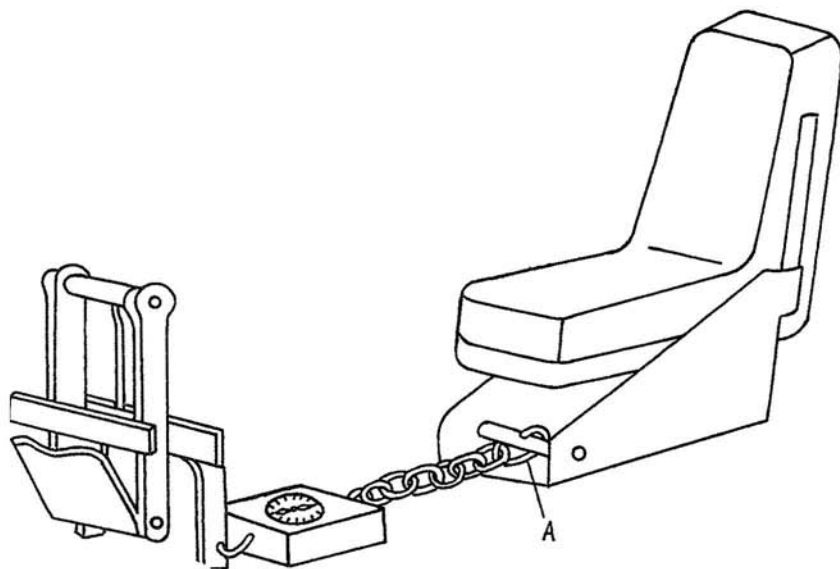

Рис. 3. Схема крепления приспособления для измерения усилия рулевой машины направления
25.3.6. Вручную отклоните колонку в противоположную сторону, пересилив действие рулевой машины, и плавно снимите приложенное усилие, стремясь оставить максимальное показание динамометра. Измерьте и запишите показание динамометра. Каждое измерение производите 2—3 раза. 25.3.7. Найдите среднее арифметическое двух показаний динамометра. Полусумма измеренных значений в пп. 25.3.5 и 26.3.6 должна быть (16 ± 5) кгс. 25.3.8. Нажмите кнопку «Отключение АП». 25.4. Измерьте усилие рулевой машины направления. 25.4.1. Установите педали в нейтральное положение. 25.4.2. Закрепите динамометр на правой педали согласно рис. 3. Динамометр должен быть расположен так, чтобы усилие на него было направлено по касательной к дуге перемещения педали. 25.4.3. Нажмите кнопку «Включение АП». 25.4.4. Снимите гидроагрегат ГИК-1 и установите его на поворотный стол. 25.4.5. Разворотом гидроагрегата ГИК-1 отклоните правую педаль максимально вперед. 25.4.6. Отклоните педали в ту же сторону (вперед), увеличив показания динамометра на 15—20 кгс, после чего плавно снимите приложенное усилие, стремясь оставить максимальное показание динамометра, которое следует записать. 25.4.7. Отклоните педали в противоположную сторону, пересилив действие рулевой машины, и плавно снимите приложенные усилия, стремясь оставить минимальное показание динамометра. Каждое измерение повторите 2—3 раза и найдите среднее значение. 25.4.8. Нажмите кнопку «Отключение АП». 25.4.9. Закрепите динамометр на левой педали. 25.4.10. Нажмите кнопку «Включение АП» и произведите измерение аналогично указанному выше.	Если усилие не соответствует ТТ, замените рулевую машину.